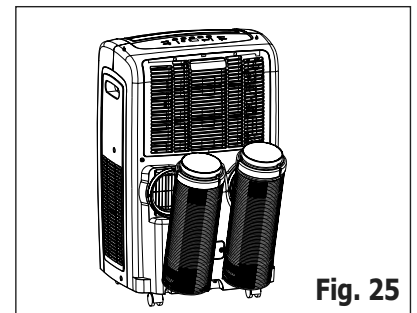

Fig. 25
4. Corte las mangueras a su tamaño original, y ponga los equipos del dispositivo deslizante de la ventana (manguera y adaptador B) en los receptáculos de la manguera, como se muestra en la fig.25.